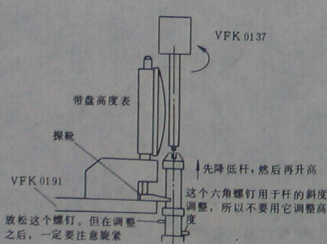
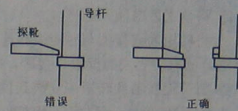

图 1-28 磁带导杆高度调整 (1)
图 1-29 磁带导杆高度调整 (2)
2) 拧松导杆 P2 和 P3 底部的六角螺钉, 并转动此二杆, 使其高度达到如图 1-28 所示状态, 即导杆的下端和磁带导向器均低于柱杆调节板的基面。
4) 参照图 1-28, 使带盘高度表的测量探靴贴近磁带导杆, 并缓慢地升高导杆, 直至导杆被提高到刚好触到探靴, 正确状态如图 1-29 右图所示。
5) 可用扳手调整杆 P1 和 P4, 用柱杆调节螺钉旋具调整杆 P2 和 P3 (如图 1-28 所示)。杆 P4 上的螺盖帽, 逆时针旋转即可拆去。